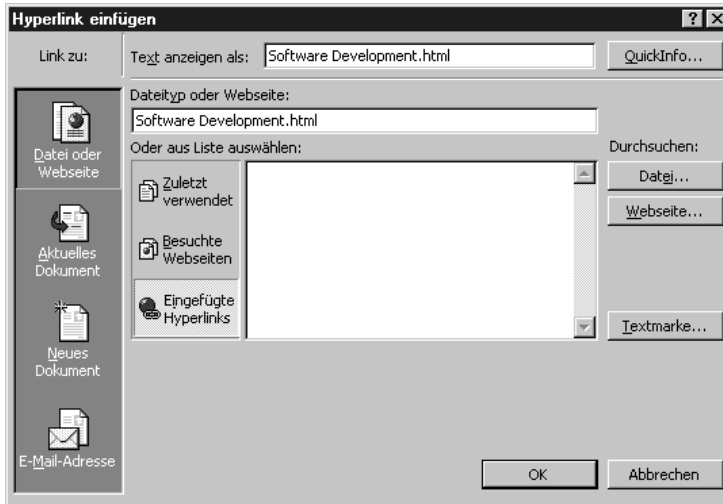

Abbildung 19.20:
2. Wählen Sie einen Vorgang, eine Ressource oder eine Zuordnung, zu der Sie einen Hyperlink hinzufügen wollen. Wählen Sie aus dem Menü EINFÜGEN, HYPERLINK. Das Dialogfeld HYPERLINK EINFÜGEN wird angezeigt (siehe Abbildung 19.20).